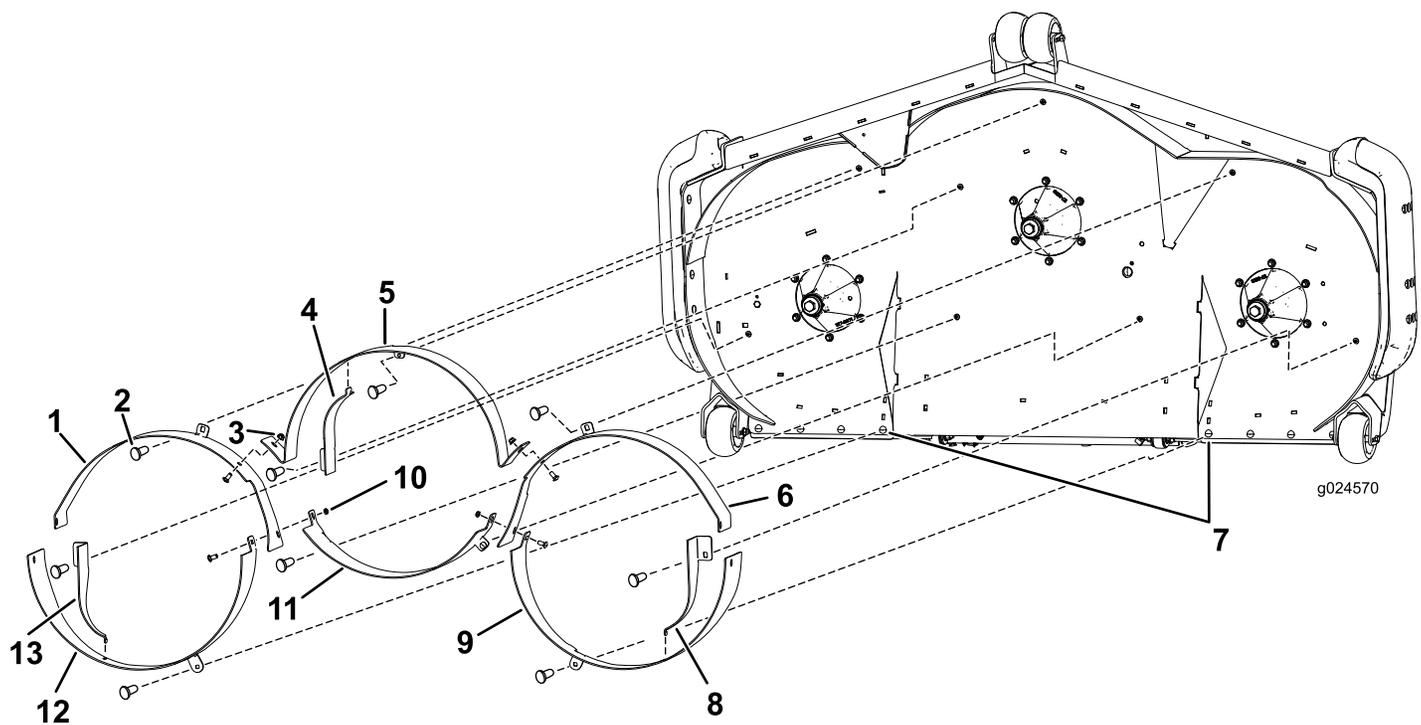

Figura 2
1. Instale os abafadores frontais exteriores utilizando um parafuso de carroçaria ($\frac{3}{8}$ pol. x $\frac{7}{8}$ pol.) e uma porca flangeada ($\frac{3}{8}$ pol.) por abafador (Figura 2).
2. Instale o abafador central frontal utilizando três parafusos de carroçaria ($\frac{3}{8}$ pol. x $\frac{7}{8}$ pol.) e três porcas flangeadas ($\frac{3}{8}$ pol.), como se mostra na Figura 2.
3. Instale os abafadores traseiros exteriores utilizando um parafuso de carroçaria ($\frac{3}{8}$ pol. x $\frac{7}{8}$ pol.) e uma porca flangeada ($\frac{3}{8}$ pol.) por abafador Figura 2.